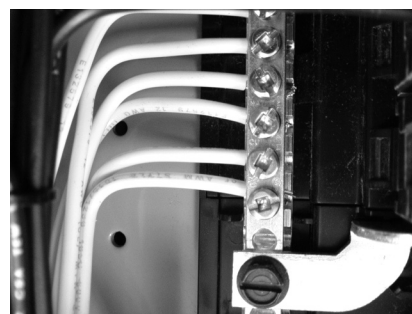

Figure 4
2. Dénudez une section d'environ 1,6 cm (5/8 po) à partir du bout du fil blanc. Repérez la barre neutre et dévissez partiellement une vis de borne sur la barre. Insérez l'extrémité dénudée du fil dans le côté de la barre, sous la tête de la vis; resserrez-la. (Figure 4)